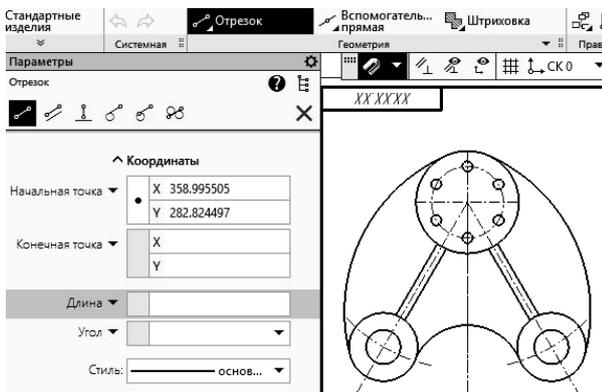

Рисунок 2.5 – Команда «Отрезок»
7) используя команды **Геометрия / Вспомогательная прямая, параллельная прямой / Отрезок**, постройте прямые линии, стиль линии – основная (рисунок 2.5);